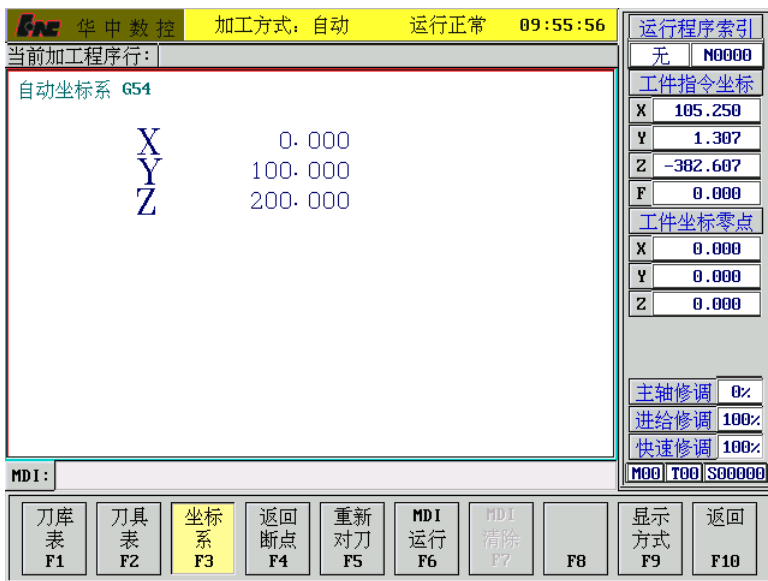

图 4.1.1 MDI 方式下的坐标系设置
- (1) 在 MDI 功能子菜单(图 4.0.1)下按 **F3** 键，进入坐标系手动数据输入方式，图形显示窗口首先显示 G54 坐标系数据，如图 4.1.1 所示；
- (2) 按 **Pgdn** 或 **Pgup** 键，选择要输入的数据类型：G55、G56、G57、G58、G59 坐标系、当前工件坐标系的偏置值(坐标系零点相对于机床零点的值)，或当前相对值零点；
- (3) 在命令行输入所需数据，如在图 4.1.1 所示情况下输入“X200 Y300”，并按 **Enter** 键，将设置 G54 坐标系的 X 及 Y 偏置分别为 200、300；
- (4) 若输入正确，图形显示窗口相应位置将显示修改过的值，否则原值不变。